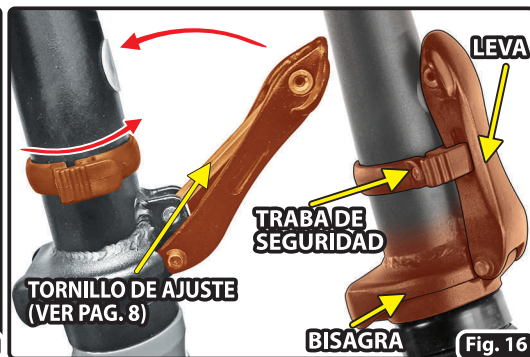

Fig. 16
- Girar la **traba de seguridad** hacia adelante hasta trabar la **leva** (Fig. 16).